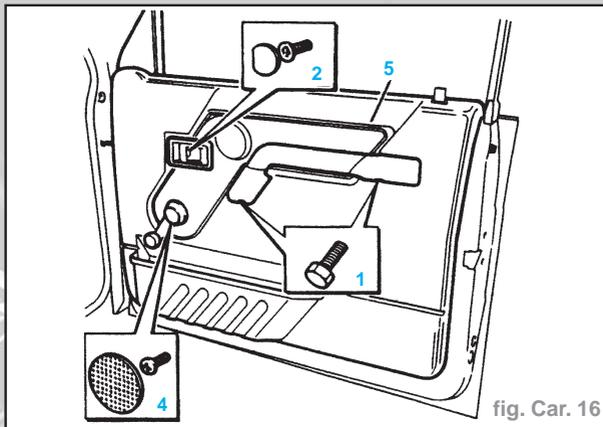

fig. Car. 16
- Déposer les deux vis de fixations et retirer la poignée de porte et ses pattes de montage situées sur le panneau de porte intérieur (1) (Fig. Car. 16).
- Déposer le bouton de finition de poignée de porte intérieure afin d'exposer la vis de retenue du pourtour de poignée (2).
- Le cas échéant, déposer le lève-vitre (4).
- Détacher le panneau de garniture en introduisant un outil de dépose approprié entre le panneau de garniture et le panneau de porte intérieur, en extrayant par soulèvement à l'aide d'un levier des quatorze colliers de fixation en plastique du panneau de porte intérieur (5).